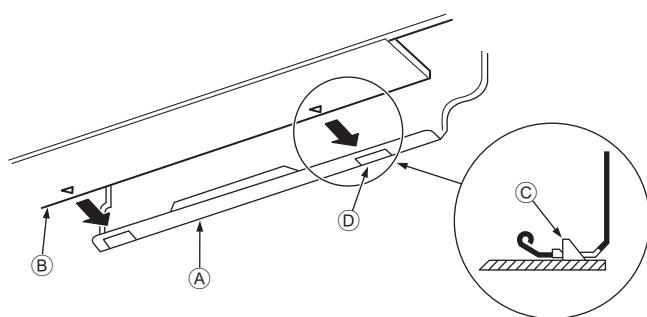

Рис. 3-15
3. Устанавливая трубы хладагента и дренажа в отверстие на стене (муфту), подвесьте верхнюю часть внутреннего блока к монтажной плате ①.
5. Закрепите блок, вдвинув его нижнюю часть в монтажную плиту ①. (Рис. 3-15)
- \* Убедитесь, что нижние фиксаторы внутреннего блока надежно встали в монтажной плате ①.
- Ⓐ Монтажная плата ①